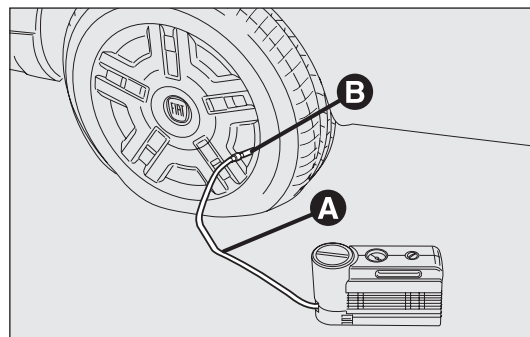

fig. 178
- Trek de handrem aan. Draai de ventieldop los, neem de doorzichtige vulbuis A-fig. 178 uit en draai de ring B op het ventiel van de band.